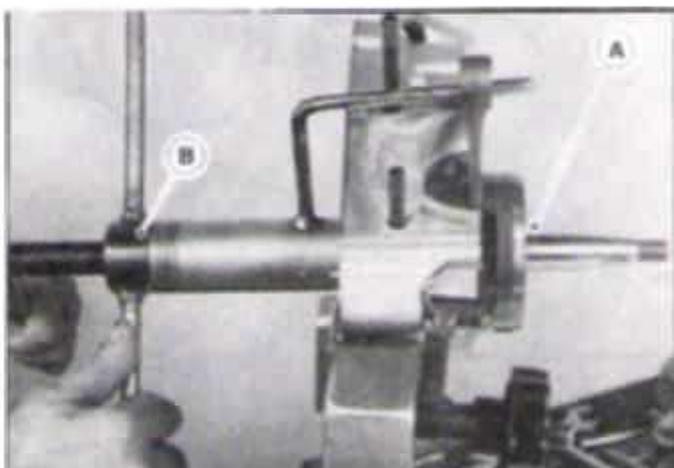

FIG. M28 - A. CONJUNTO VIRABREQUIM/BIELA
4. Colocar o conjunto do virabrequim e biela no cárter direito utilizando a ferramenta especial 7015.099.010.00.2. Figura M28.